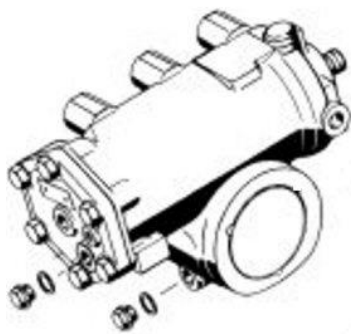

**Рис. 11.5** Положение пробок для слива масла из рулевого механизма
1. Установить под рулевой механизм ёмкость для сбора жидкости и вывернуть пробки из крышки и картера механизма (рис. 11.5).